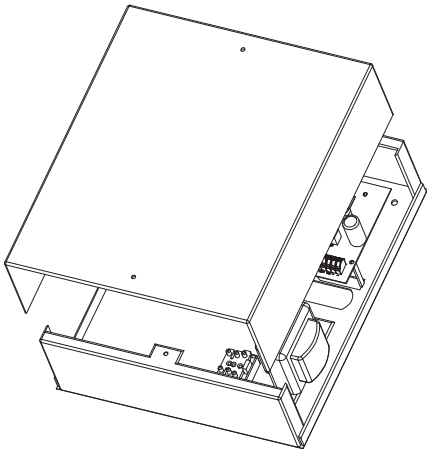
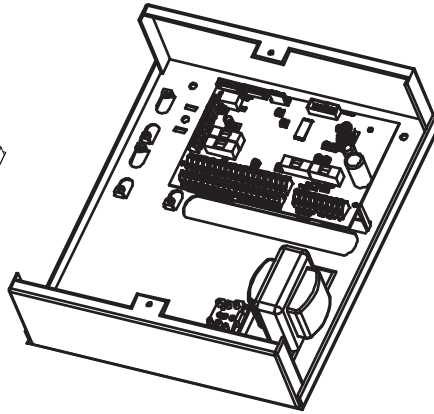

Figura 1.
Figura 2.
1. Desaperte e remova a tampa do **PCX 46 App** (Figura 1). A placa de circuito impresso do **PCX 46 App** está situada no canto superior direito. (Figura 2)